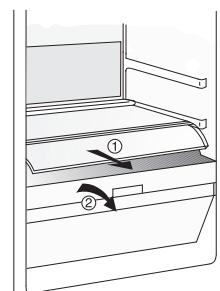

Abb. 2
- Das Fach herausnehmen (siehe **Abb. 2**).